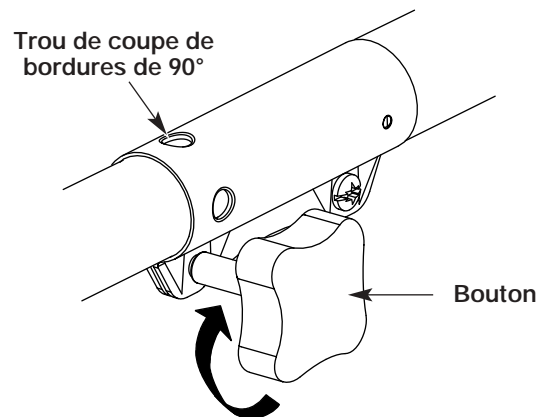

Fig. 25
3. Serrez le bouton en le tournant à droite (Fig. 25).
Pour couper les bordures à l'aide de la tête d'accessoire de coupe sur les modèle EZ-LinkMC, verrouillez le bouton de déclenchement de l'accessoire de coupe dans le trou de 90° (Fig. 25).